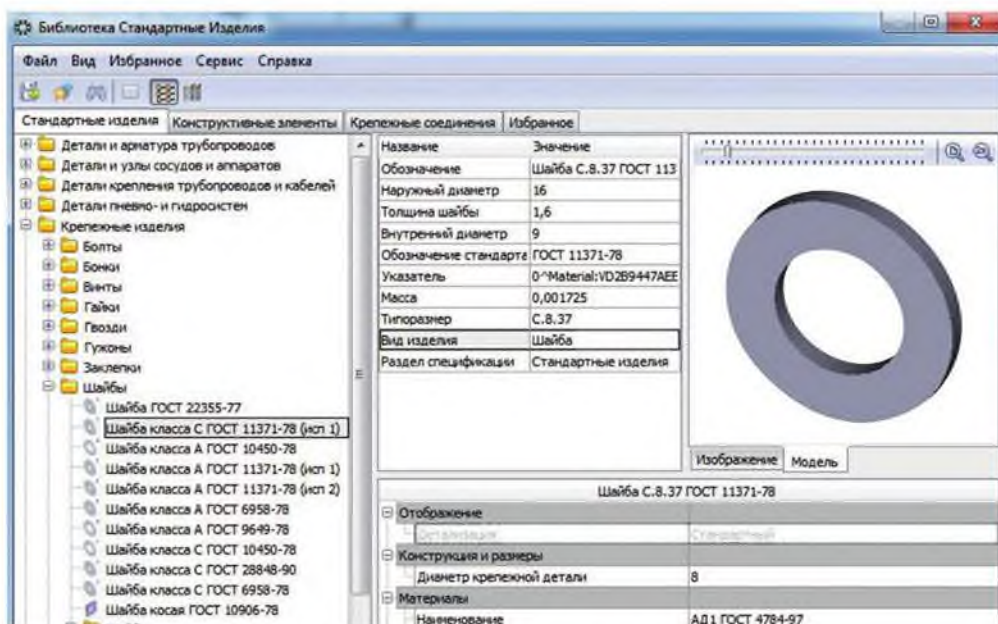
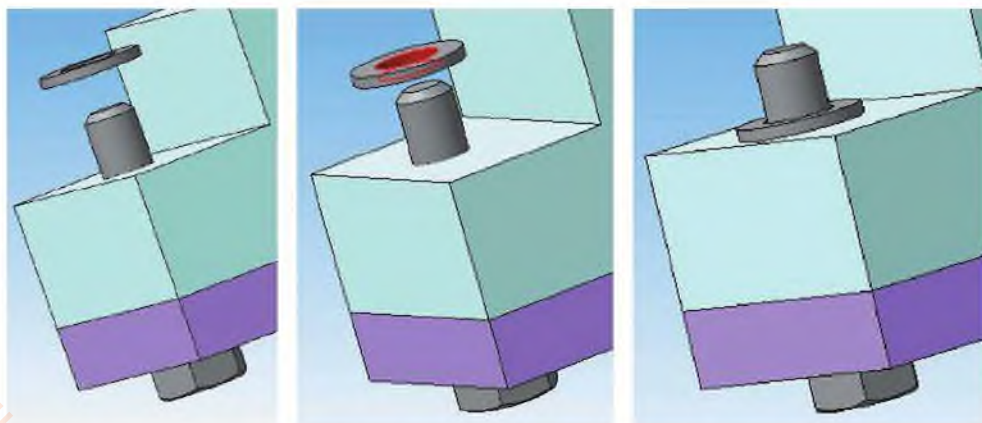

Рисунок 12.13 Выбор стандартного изделия «Шайба»
Рисунок 12.14 Вставка Шайбы в 3D-сборку
3. В окне *Стандартные изделия* открыть папку *Шайбы* и выбрать нужный вариант: Шайба класса С ГОСТ 11371-78 (исп. 1). В диалоговом окне задать диаметр крепежной детали 8 мм в зависимости от диаметра отверстий соединяемых деталей (рисунок 12.13). Нажать кнопку *Применить*. При вставке *Шайбы* в сборку используются сопряжения *Соосность* и *Совпадение объектов* (рисунок 12.14).